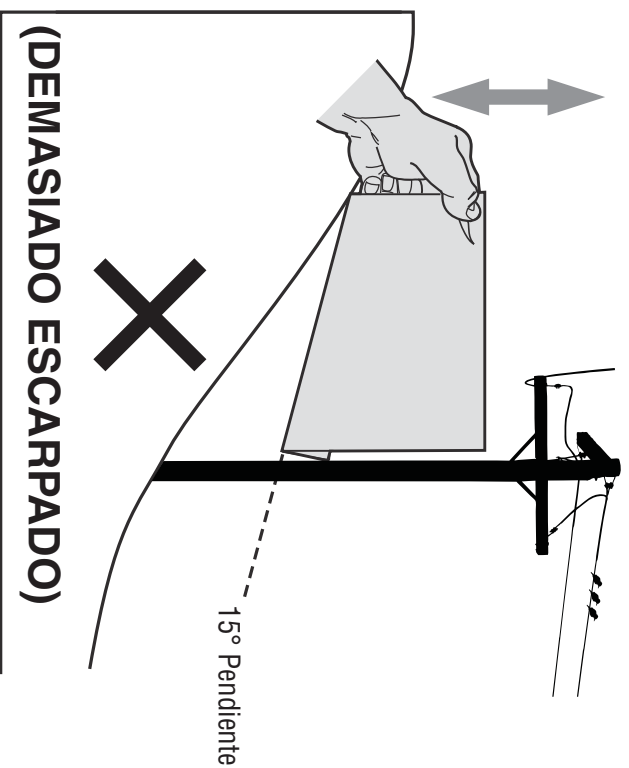

Figura 2
3. Alinee cada lado de pendiente de calibre con el objeto vertical (consultar Figura 1 and Figura 2 ).
4. Ajuste el pendiente de calibre arriba o hacia abajo hasta los toques esquina izquierda el pendiente (consultar Figura 1 and Figura 2).
5. Si hay un espacio por debajo de la pendiente de calibre, el pendiente es demasiado escarpado por operación segura (consultar Figura 2 above).